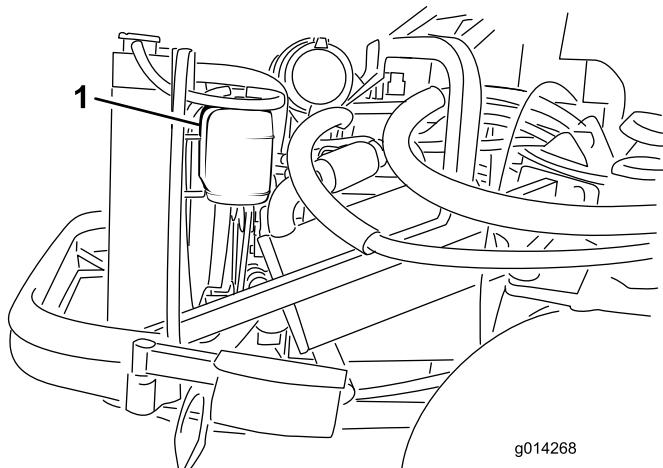

Figure 42
1. Vérifiez le niveau du liquide de refroidissement dans le vase d'expansion (Figure 42). Il doit se situer entre les repères qui figurent sur le côté du réservoir.